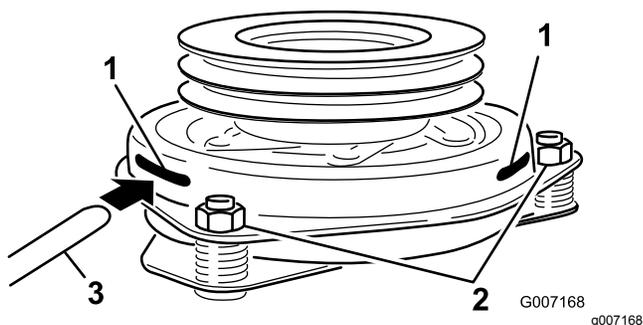

Figura 83
9. Inserite uno spessimetro da 0,381 a 0,533 mm attraverso una scanalatura d'ispezione sul lato del gruppo (Figura 83).
10. Stringete i dadi di bloccaggio fino a fissare leggermente lo spessimetro facendo però in modo di poterlo muovere facilmente all'interno del traferro (Figura 83).